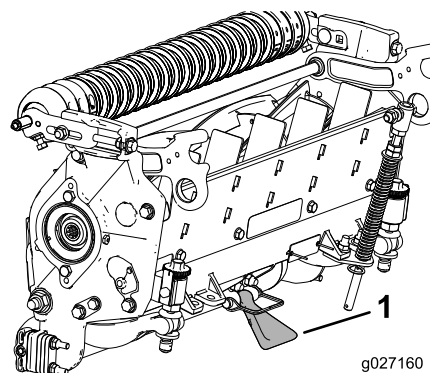

Рисунок 9
**Внимание:** Убедитесь в том, что гайки на другом конце регулировочных винтов неподжного ножа не опираются на рабочую поверхность (Рисунок 9).